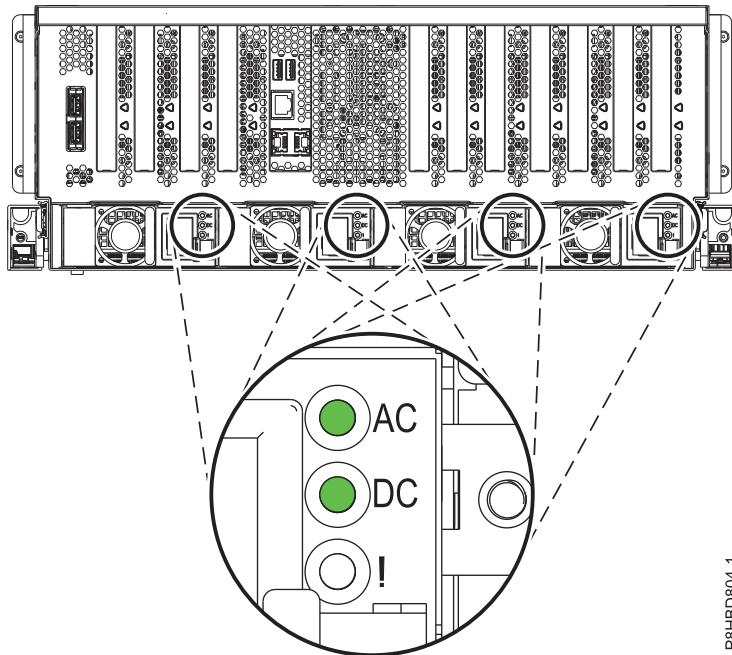

図 14. 正常に作動している電源装置の LED
- 取り替えた電源装置の LED の状態に注意してください。図 14 を参照してください。取り替えた電源装置の LED が以下の状態になっている必要があります。